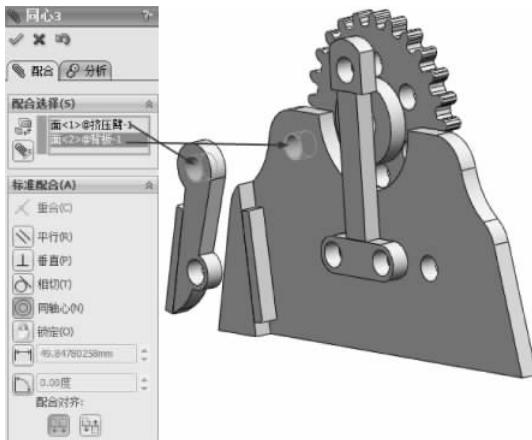

图 3-142 同轴心配合
(5) 选择【标准配合】选项组下的【同轴心】配合类型 ，在【要配合的实体】选择框 中选择如图 3-142 所示的面，其他保持默认，单击【确定】按钮 ，完成同轴心配合。